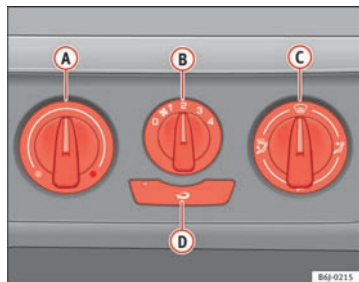

Fig. 91 I instrumentpanelet: betjeningselementer til varmeanlæg
- Du kan indstille temperaturen, luftfordelingen og blæsertrinet med drejekontakterne **A** og **C** og med kontakten **B** ⇒ Fig. 91.